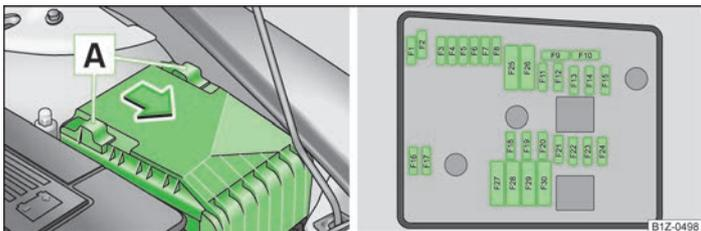

Fig. 159 Tapa de la caja de fusibles en el compartimento del motor/Representación esquemática de la caja de fusibles
- » La tapa de la caja de fusibles se quita desplazando hacia adelante el estribo de seguridad **A** » fig. 159 hasta el tope. Detrás del estribo será visible el símbolo . Quitar ahora la tapa.